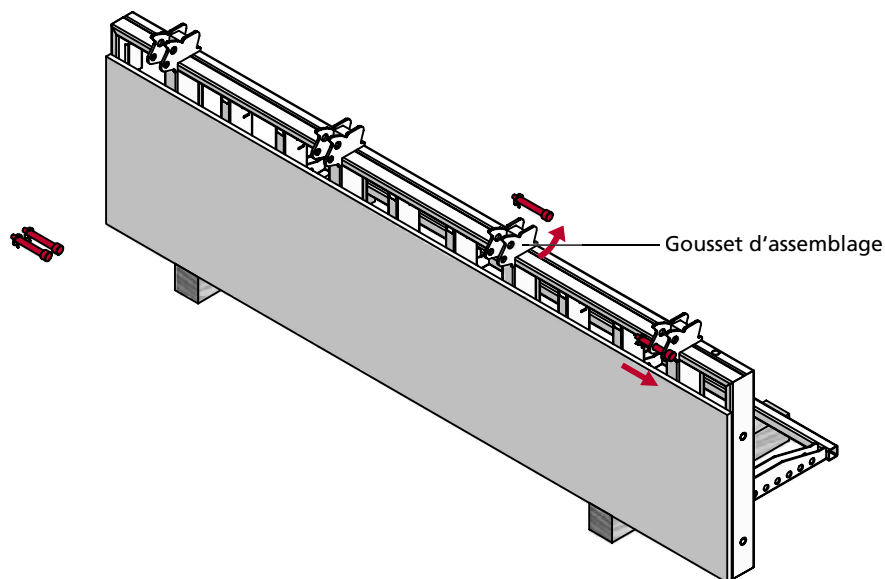

Fig. 6.1
2. Retirer les boulons de sécurité des goussets d'assemblage (Fig. 6.1).